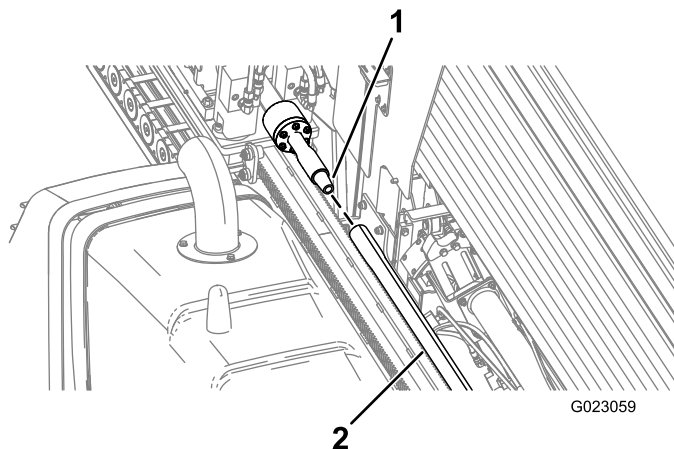

Figura 87
6. Gire el husillo de perforación en sentido horario y mueva el carro lentamente hacia adelante para introducir el husillo en el extremo hembra del tubo (Figura 87).
9. Gire el husillo de perforación en sentido horario y mueva el carro lentamente hacia adelante para introducir el husillo en el extremo hembra del tubo (Figura 87).